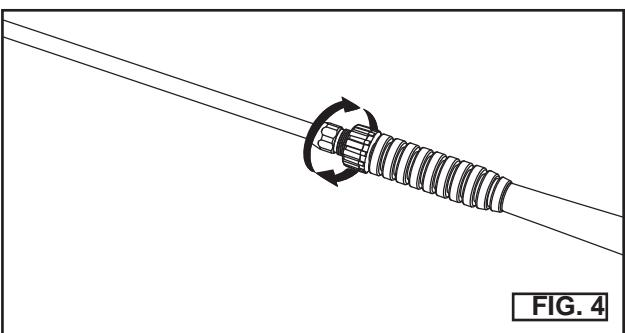

FIG. 4
6. Conectar la manguera de alta presión a la descarga de la bomba (E). Apretarla de manera segura. (Fig. 4)
7. Conectar la varilla a la pistola. Apretarla de manera segura. (Fig. 4)